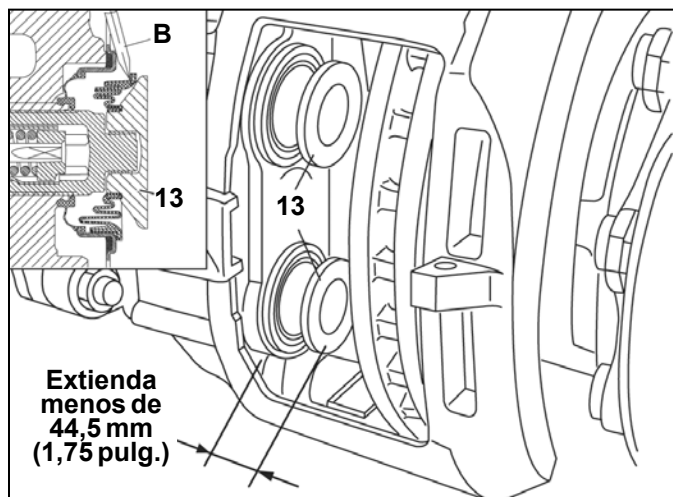
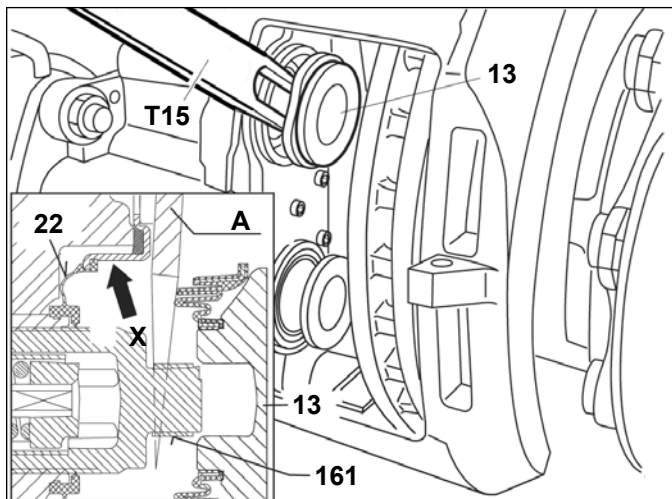
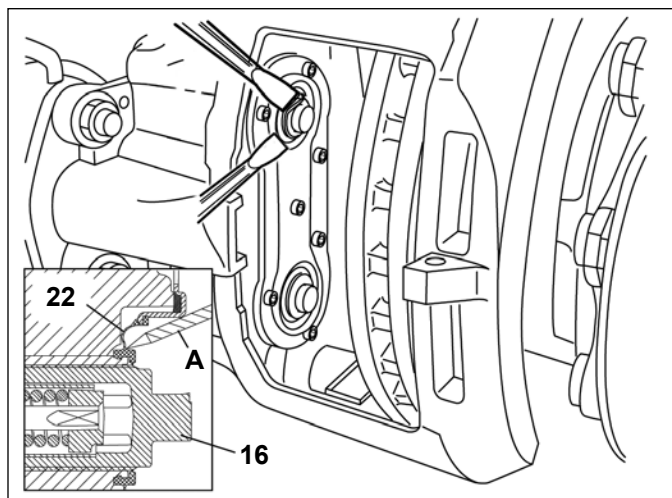

FIGURA 47 - EXTENSIÓN PERMITIDA DEL EMPUJADOR
FIGURA 48 - USO DE LA HERRAMIENTA DE CUÑA
FIGURA 49 - CÓMO QUITAR EL SELLO INTERNO
PRECAUCIÓN: NUNCA EXTIENDA EL EMPUJADOR MÁS DE 44,5 mm (1,75 pulg.). Consulte la figura 47. Extender demasiado el empujador ocasionará que éste pierda el acople con las roscas del mecanismo de sincronización. Debido a que el mecanismo solo se puede fijar en la planta, se debe reemplazar el ensamblaje de la mordaza/transportador si esto sucede.
5.5.5 Consulte la figura 47. Extienda los empujadores, menos de 44,5 mm (1,75 pulg.), haciendo girar el adaptador de cizallamiento (61) hacia la derecha. Se debe usar
un destornillador (leyenda "B" en el inserto de la figura 47) para mover el fuelle y permitir que se introduzca la horquilla de cuña ("A" en la figura 48). **PRECAUCIÓN:** No inserte el destornillador más de 6 mm (1/4 de pulg.). Tenga cuidado de no dañar la cara del sello interno (Vea la flecha "X" en la figura 49). Las rayas profundas o ranuras impedirán un buen sellado y requerirán el reemplazo de la mordaza.
5.5.10 Consulte la figura 49. Quite cuidadosamente el sello interno usando uno o dos destornilladores planos como se muestra. Precaución: No inserte los destornilladores muy profundos porque harán contacto con los tubos roscados. Si se dañan los tubos roscados se debe reemplazar el freno.